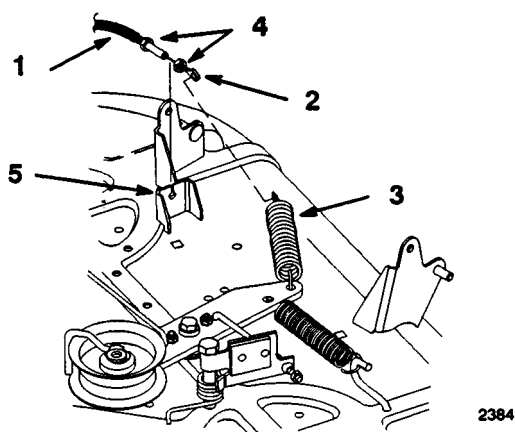

Fig. 46
10. Fjern den første låsemøtrik og skru den anden låsemøtrik helt på knivkablet (kraftudtagskablet). Stik kablet gennem udskæringen i klippeenhedsbeslaget og skru den anden låsemøtrik på kablet (fig. 46).
11. Hægt enden af knivkablet (kraftudtagskablet) på mellemfjederen (fig. 46).